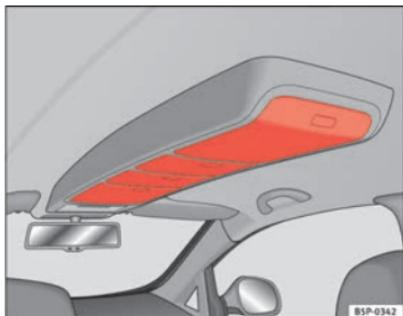

Fig. 105 Compartiments de rangement du pavillon
- Pour ouvrir ces compartiments, appuyez sur le bouton de la trappe, => fig. 105. Le cache s'ouvre automatiquement.